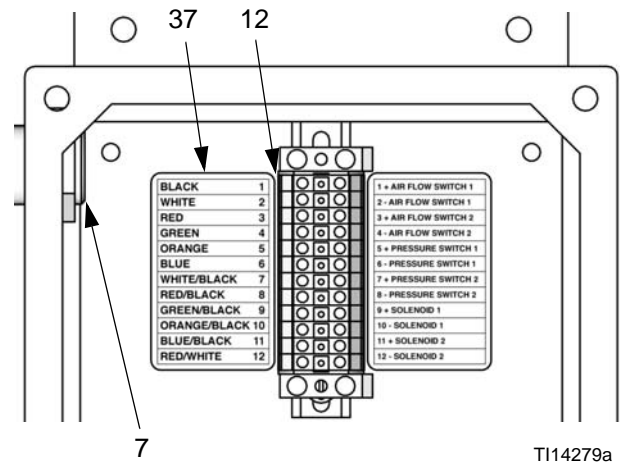

FIG. 2. Conexión del cable a la regleta de terminales
2. El cable (23) tiene hilos desnudos en sus dos extremos. Conecte el extremo más corto (102 mm [4 pulg.]) en el alojamiento pasándolo por el casquillo de alivio de tensión (7). Véase FIG. 2.
3. Conecte los hilos del cable al lado izquierdo de la regleta de terminales (12), como se indica en la etiqueta (37). Véase FIG. 2 y Tabla 1.